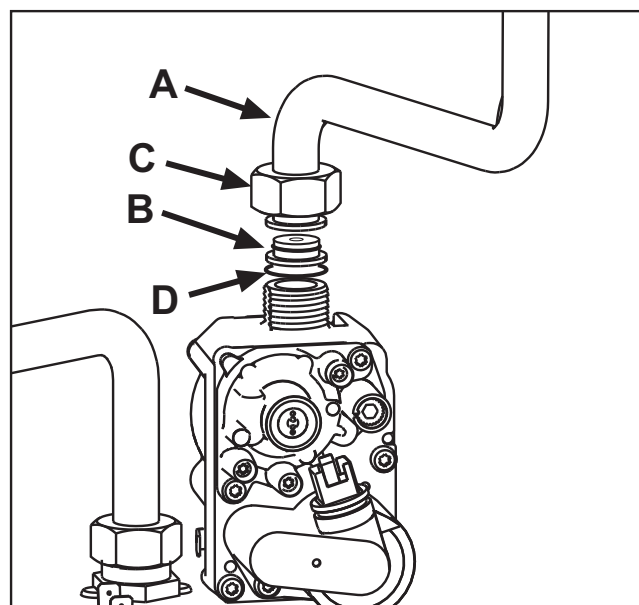

fig. 23
3. Dévisser la rondelle C et enlever le tuyau de gaz A de la vanne à gaz (voir fig. 23).
4. Remplacer le gicleur B présent dans le tuyau gaz par celui contenu dans le kit de transformation après avoir intercalé le joint D (voir fig. 23).